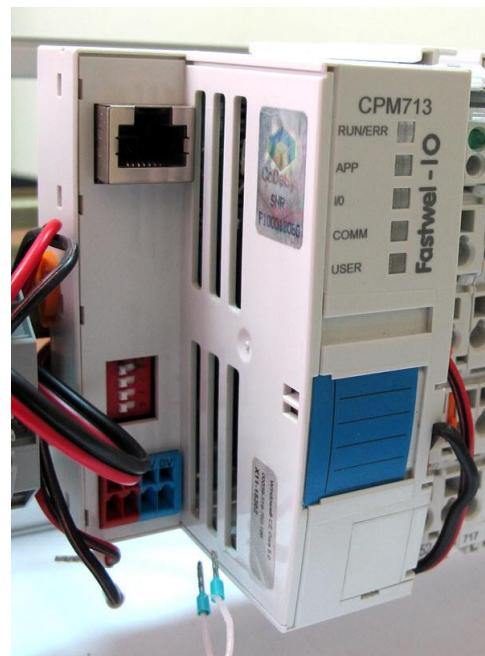

Рис. 5.3 Контроллер перед началом процедуры замены батареи
2. Отсоедините провода питания и кабель сетевого интерфейса. Внешний вид контроллера CPM713 перед началом процедуры замены батареи показан на Рис. 5.3.